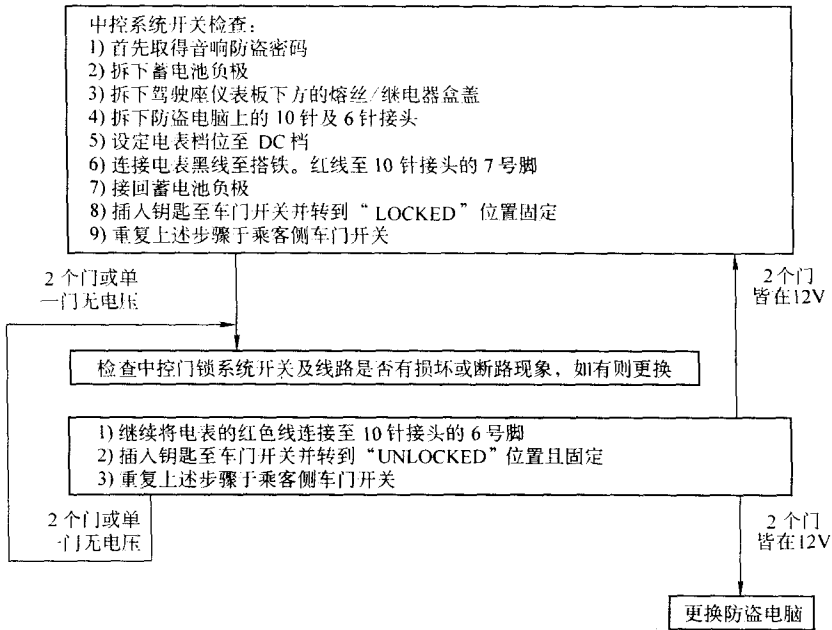

图 5-14 诊断流程
(2) 防盗系统无法关闭。首先检查防盗系统是否已经启动, 且蓄电池电压正常。诊断流程如图 5-14 所示。